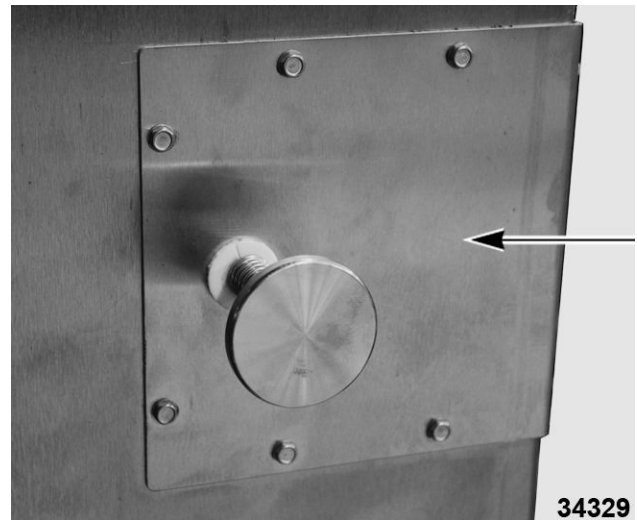

Fig. 67
- A. Retirez le couvercle de la poignée de porte intérieure (Fig. 67).